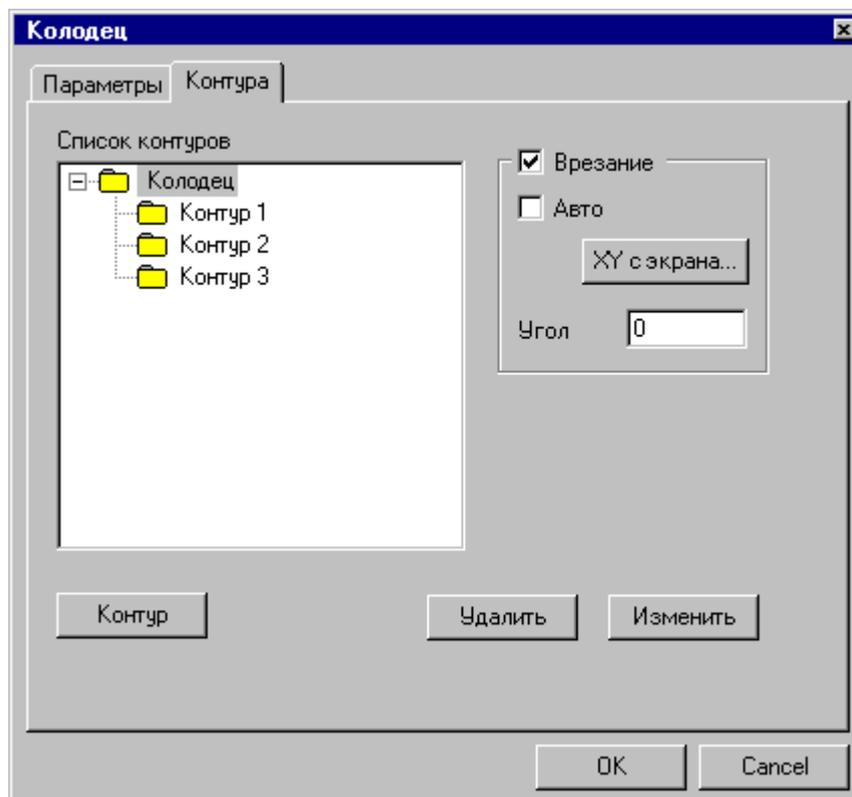

Рис. 2. Закладка «Контуры» в диалоге задания конструктивного элемента
1. При задании КЭ нажмите кнопку «Контур» в диалоге (закладка «Контурные») (рис. 2).